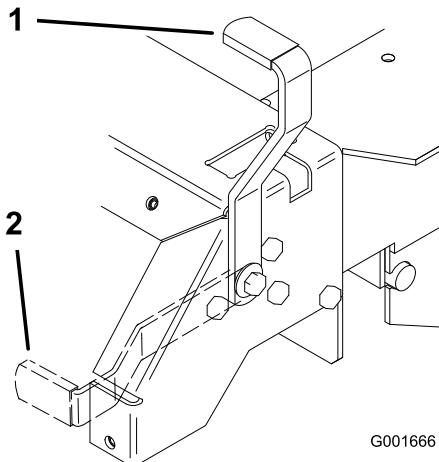

Figura 10
2. Per inserire il freno alzate la leva del freno di stazionamento e tiratela indietro (Figura 10). La leva del freno di stazionamento deve rimanere saldamente inserita.
Spingete in avanti e abbassate la leva del freno di stazionamento per rilasciare il freno di stazionamento (Figura 10).